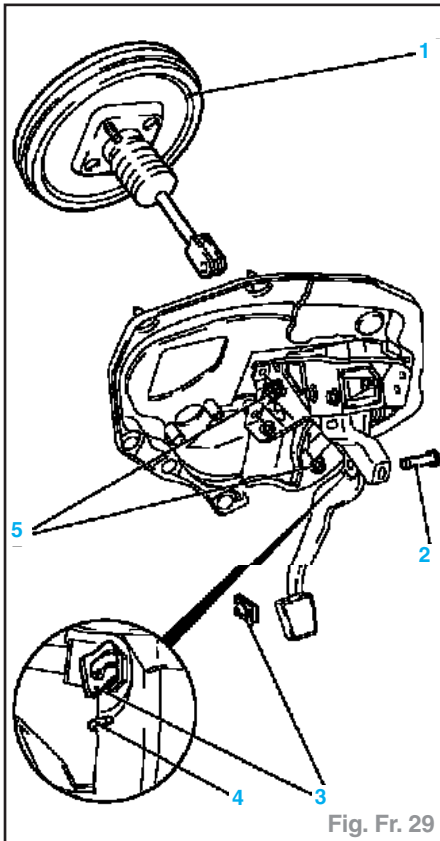

Fig. Fr. 29
- Décrocher le ressort (4), soulever avec un tournevis la tôle de sécurité (3) et la retirer. Presser le boulon (2) hors de la pédale et retirer la tige de piston. Déposer les fixations (5) et extraire avec précaution le servofrein (1) (Fig. Fr. 29).